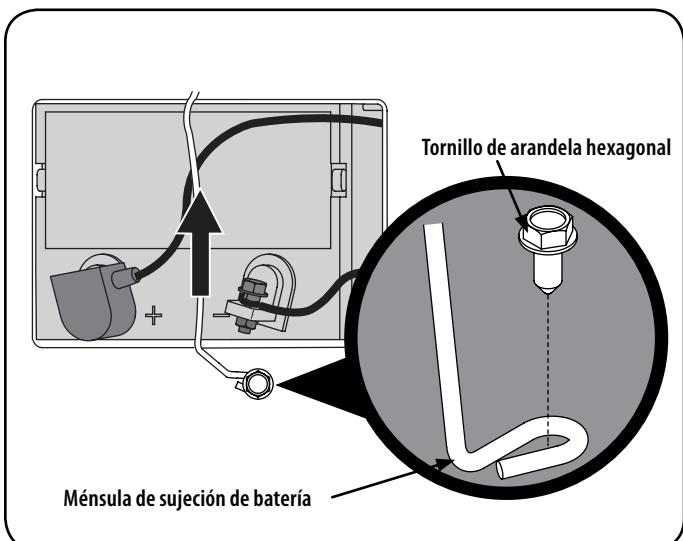

Figura 24
- Extraiga el tornillo de la arandela hexagonal que sujeta el soporte de sujeción de la batería al marco. Luego levante el soporte de sujeción de la batería para liberar la batería. Vea la Figura 24.